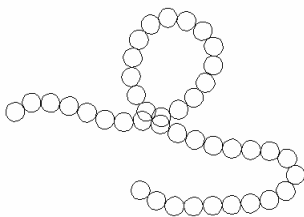

图 3.1 珍珠项链图案
本案例绘制的是一个简单的珍珠项链图案，如图 3.1 所示。主要介绍了如何绘制并编辑多义线、定义块，以及使用 MEASURE 命令等操作。
(6) 用 ERASE 命令删剪多义线段和多余的圆，得到最终效果（见图 3.1）。